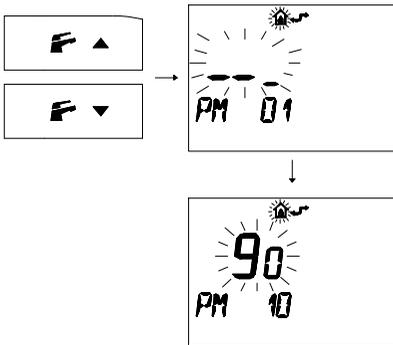

fig. 5.44
- 3 Premere i pulsanti ▲ o ▼ per visualizzare la programmazione "PM 10" selezione della frequenza di accensione (fig. 5.44)
Nella fig. 5.44 si visualizza un SET programmato di 90 corrispondente ad un tempo di riaccensione di 3 minuti circa.